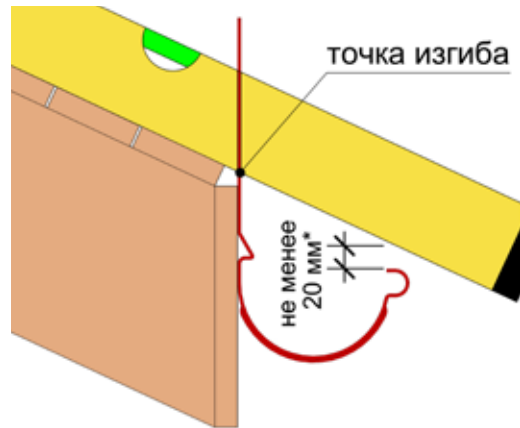

Рис. 3 Нахождение точки изгиба на самом верхнем кронштейне
4.1.1 До установки металлических кронштейнов, для формирования линии уклона желоба, необходимо произвести разметку и гибку кронштейнов при помощи гибочного устройства. Перед разметкой все кронштейны следует пронумеровать. Далее необходимо найти и отметить на кронштейне 1 (кронштейн который будет расположен выше всех) точку сгиба А (рис. 3). Сделать это нужно, приложив уровень к скату крыши и разместив кронштейн строго вертикально. Нижняя плоскость уровня должна быть выше носика кронштейна как минимум на 20 мм (справедливо для пологих крыш со скатом не более 40°; для более крутых скатов зазор может быть меньше, отсутствовать или даже быть отрицательным (носик кронштейна выше нижней плоскости уровня)). Точка пересечения нижней плоскости уровня с длинной стороной кронштейна и есть точкой изгиба верхнего кронштейна (точка А).